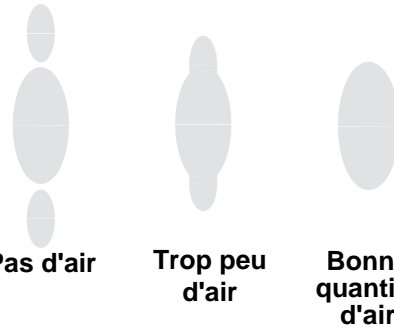

FIG. 5. Problèmes de jet de pulvérisation
2. Voir FIG. 5. Réglez la pression d'air de pulvérisation sur environ 0,35 bar (35 kPa, 5 psi) lors du déclenchement. Vérifiez le jet de pulvérisation, puis augmentez lentement la pression d'air jusqu'à ce que les extrémités soient complètement pulvérisées et intégrées au jet de pulvérisation. Veillez à ce que la pression d'air ne dépasse pas 7 bars (0,7 MPa, 100 psi).